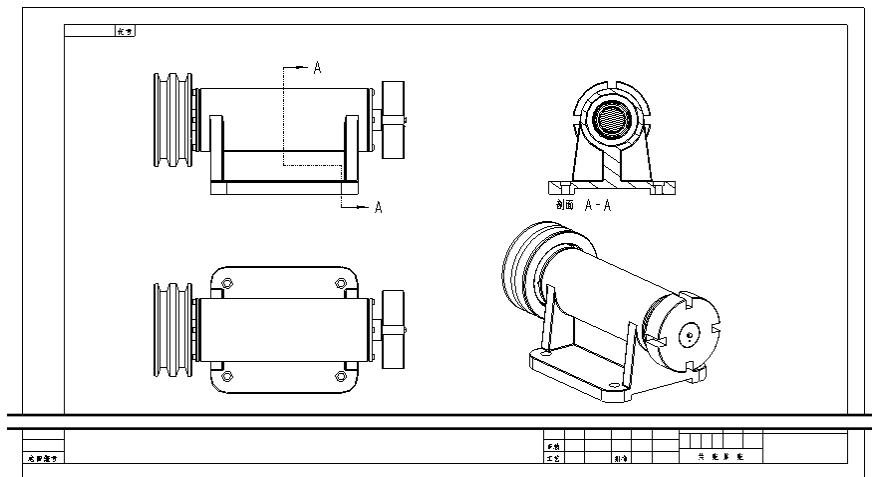

图 9.1.8 使用模板快速生成工程图
Step3. 系统弹出“新建绘图”对话框，单击 **默认模型** 区域中的 **浏览...** 按钮，选取 `asm_milling_base.asm` 为绘图模型；在 **指定模板** 区域中选中 ☒ 使用模板 单选项，单击 **模板** 区域中的 **浏览...** 按钮，选取前面我们定制好的 `ch9_a2_template.drw` 模板，单击该对话框中的 **确定** 按钮。系统自动生成图 9.1.8 所示装配体 `asm_milling_base_asm.drw` 的工程图。